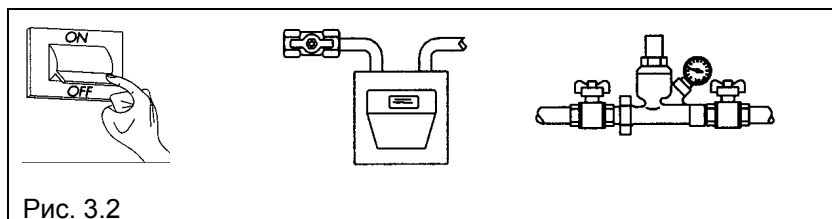

Рис. 3.2
- закройте краны на газопроводе и на трубопроводах системы отопления и ГВС (рис. 3.2).